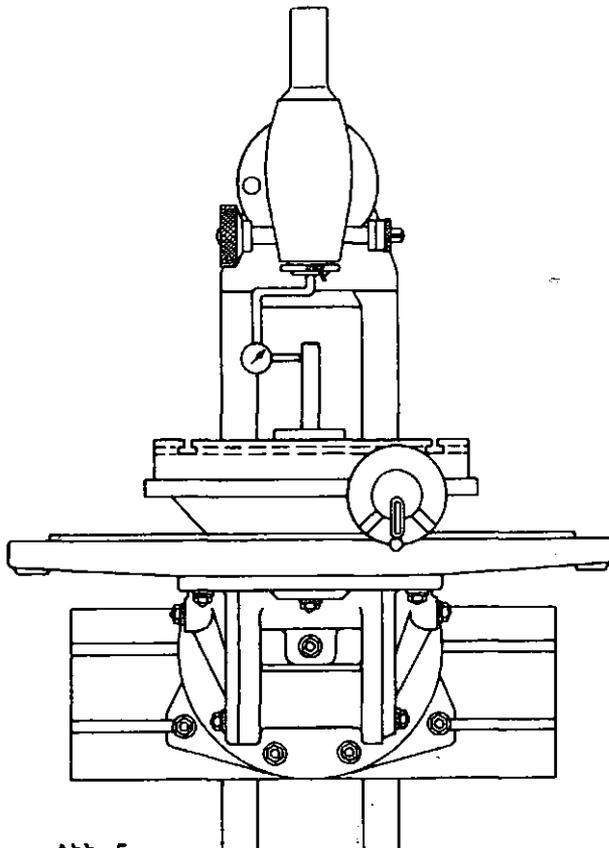

Abb. 5
## d) Einstellen der Senkrechtfrässpindelachse auf die Rundtischdrehachse (Abb. 5)
3) Der Rundtisch wird aufgesetzt. In die ausgerichtete Senkrechtfrässpindel wird mittels Spannzange ein Meßuhrhalter mit radial nach innen tastender Uhr eingespannt (siehe Abb. 5). Ein auf dem Rundtisch ausrichtbarer Prüfdorn wird hiermit zur Rundtischachse zentriert.